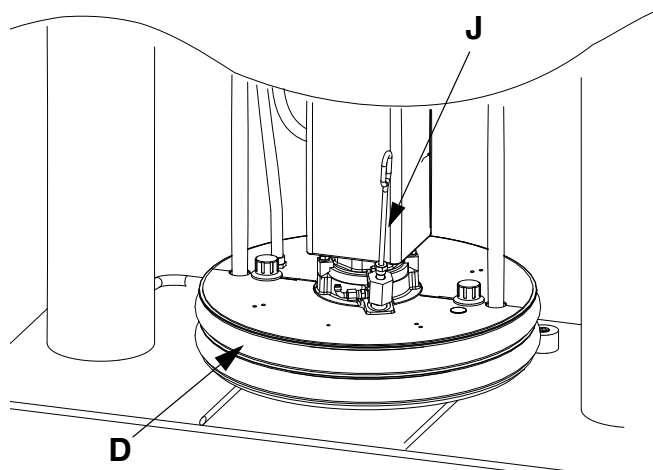

FIG. 17: Piastra riscaldata
3. Lubrificare le guarnizioni della piastra (D) con grasso o altro lubrificante compatibile con il fluido che verrà pompato.
5. Collocare un fusto pieno di fluido sulla base del pistone, farlo scorrere fino ai fermi del fusto e centrarlo sotto la piastra (D). Un kit rullo del fusto opzionale è disponibile per facilitare il caricamento del fusto sulla base. Ordinare il kit 255627.
6. Estrarre l'asta di sfiato dalla porta di spurgo della piastra (J). Vedere la FIG. 17.